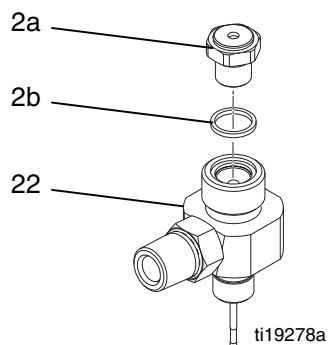

FIG. 13
3. Placez le joint d'étanchéité (2b) sur le siège de la vanne (2a). Graissez les filetages du siège de la vanne (2a), puis installez-les dans le carter de fluide (22). Serrer au couple 27-34 N•m (20-25 pi-lb). Consultez la FIG. 13.